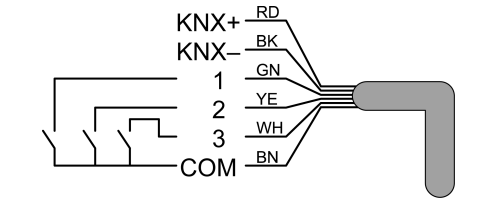

Figure 2
- Le cas échéant, raccorder les contacts isolés (6) aux entrées (figure 2).